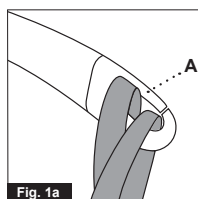

Fig. 1a
Vær opmærksom når du placerer sejlstopperne på løftebøjlen. Kontroller at sejlstopperne er trukket ned forbi gummiarmen (A) og er placeret korrekt i krogen på løftebøjlen. Når der trykkes på 'pil op' knappen på håndbetjeningen tjek igen at sejlstopperne forbliver i den korrekte position i løftebøjles krog (fig. 1a og fig. 1b).